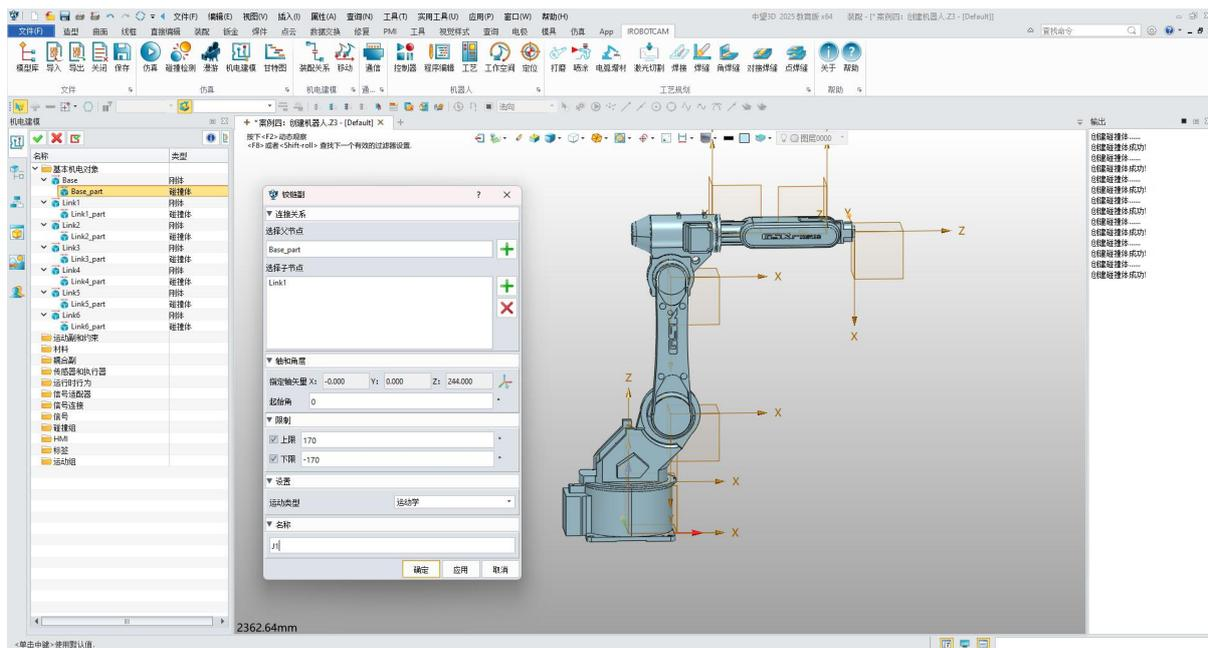

图 8-16: Robot_J1
- 在“机电建模”窗口中，选择“运动副和约束”。右键单击并选择“添加铰链副”（图 8-16）。